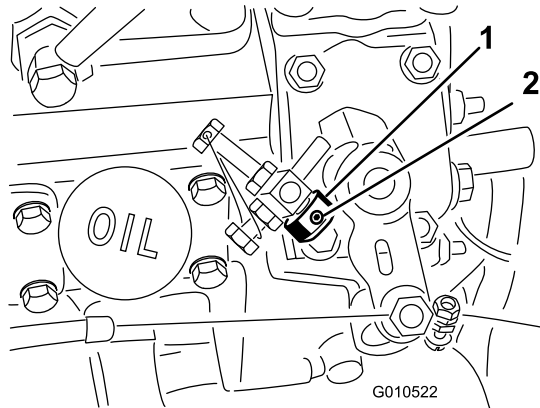

Figura 5
1. Allentate la vite di arresto sul fermo acceleratore (Figura 5).
2. Infilate il fermo acceleratore all'interno della vite d'arresto della minima superiore (Figura 5). L'estremità smussata del fermo acceleratore deve essere posizionata verso l'esterno.